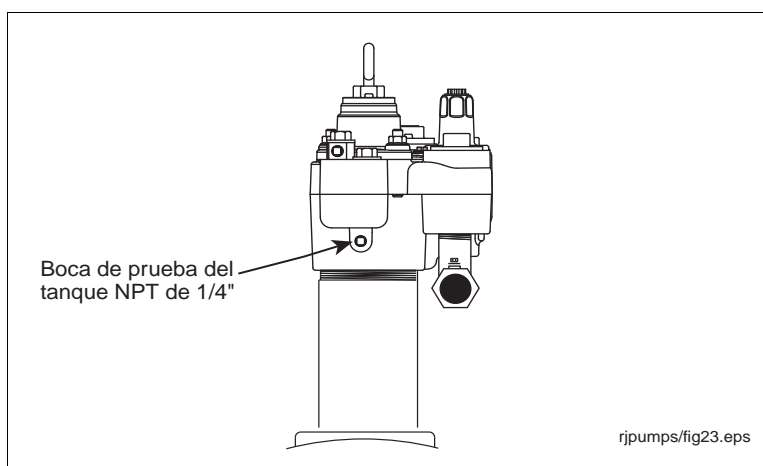

Figura 52. Puerto de prueba del tanque en el colector
2. Retire y guarde el enchufe del puerto de prueba del tanque NPT de 1/4 " y coloque el equipo de prueba del tanque (vea la Figura 52).